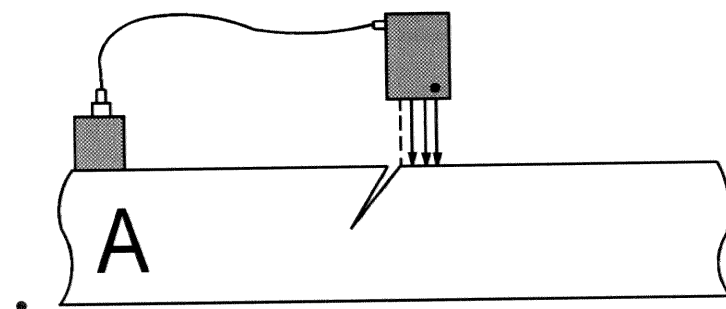

Fig. 9: セットアップ A : 1 回目のゼロ測定
- アングルプロブ、参照用割れ TP そして外設磁極付き電極をセットアップ A (Fig.9) のように配置します。その時、割れを介して、外設磁極付き電極の反対側に 4 ピン全てを配置するようにします。電流印加ピン（プロブ上の赤点付き）は外側に配置されています。内側の電圧測定ピンを割れに近づけます。全てのピンは割れの無い部分に置きます。.